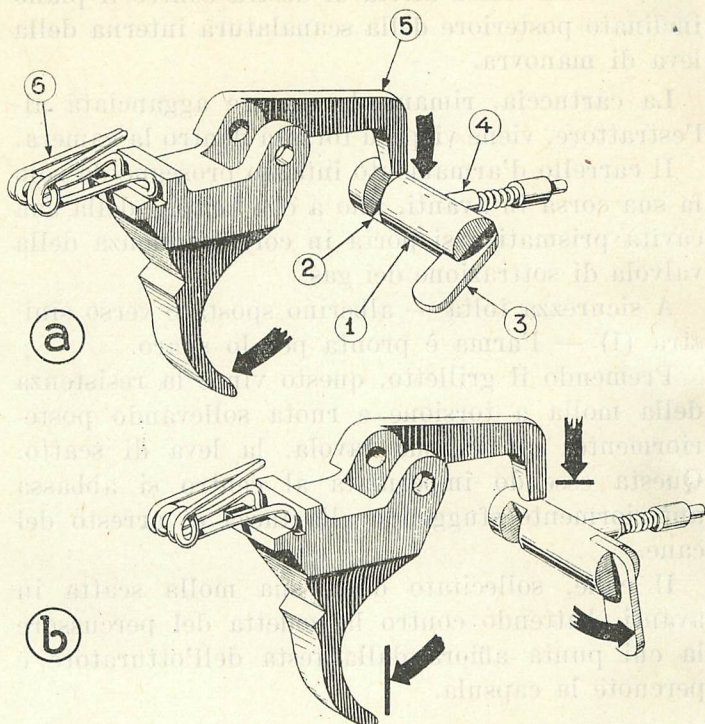

FIG. 14. - Carabina M2. - Sicurezza ordinaria modificata.
(1) I più recenti modelli della carabina M2 hanno una modifica all'alberino della sicurezza ordinaria, che è stato provvisto di un incavo sul lato sinistro e di una leva di comando all'estremità di destra. Abbassando l'indice la parte piena dell'alberino si trova a corrispondere alla parte anteriore della tavola del grilletto bloccandolo (posizione di sicurezza). Ruotando la leva indietro (posizione di fuoco) si gira l'alberino in modo da opporre la sua parte incavata all'appendice anteriore della tavola del grilletto. In questa posizione il grilletto può essere azionato (fig. 14).
(1) Appunto per questo negli ultimi modelli di carabina M2 è stata modificata la sicurezza (fig. 14) (v. nota a pag. 65).